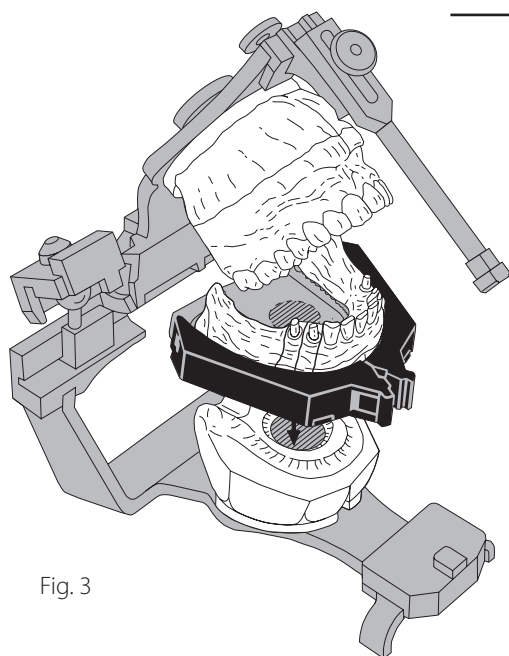

Fig. 3
4. Rimuovere il modello dall'articolatore. Rimuovere il distanziatore prefabbricato (Fig. 3).